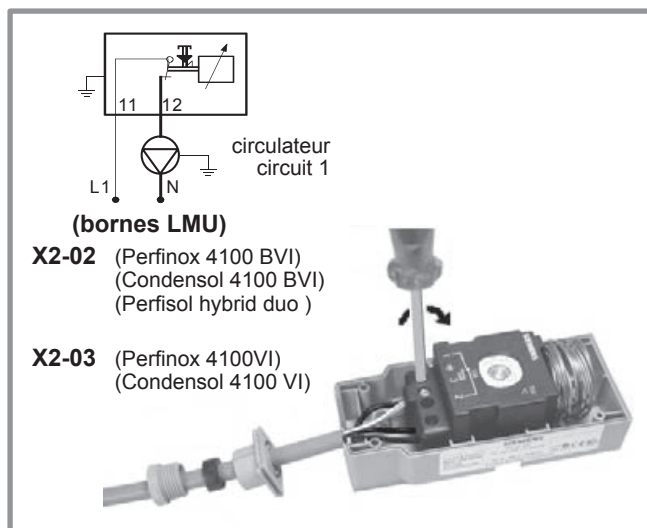

Figure 1 - Raccordements électriques
- Effectuer les raccordements suivant les schémas fig. 1 et 2.